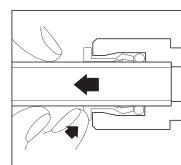

Рис. 3
- ▷ Для удаления, протолкните зажимную втулку внутрь и вытащите трубопровод (Рис. 3).